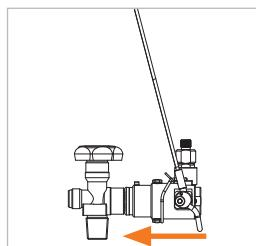

Abbildung 9
- ▶ Stecken Sie den Adapter gerade und locker, bis zum merkbaren Dichtungskontakt in das Flaschenventil ein (*Abbildung 9*). Dadurch wird eine Beschädigung der Frontdichtung durch eventuell scharfe Kanten am Flaschenventil vorgebeugt und das richtige Anschließen gewährleistet.